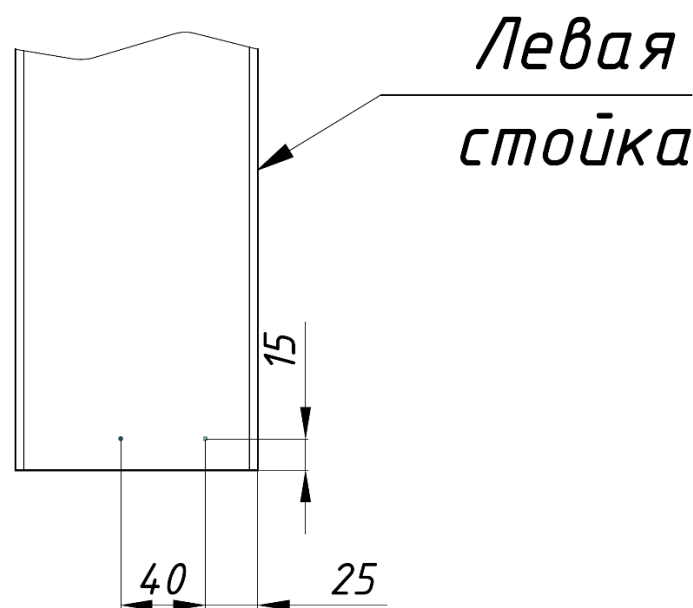

Рисунок 4. Разметка точек крепления на левой стойке рамы.
- В нижней части стойки левой выполнить разметку точек крепления приставного порога к стойке по указанным размерам (Рисунок.4).